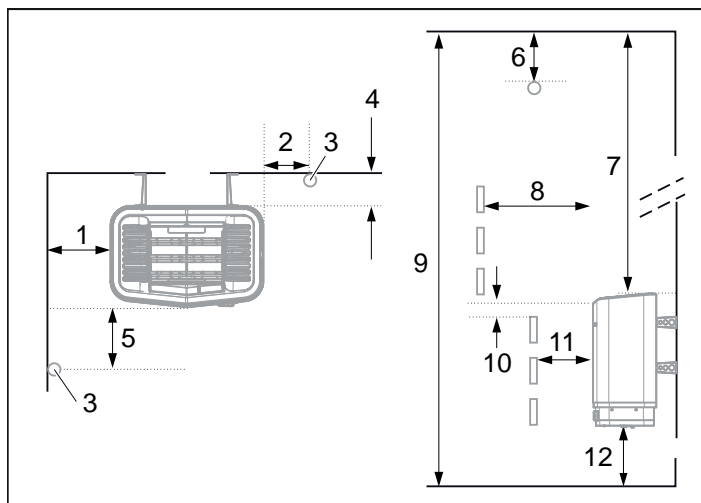
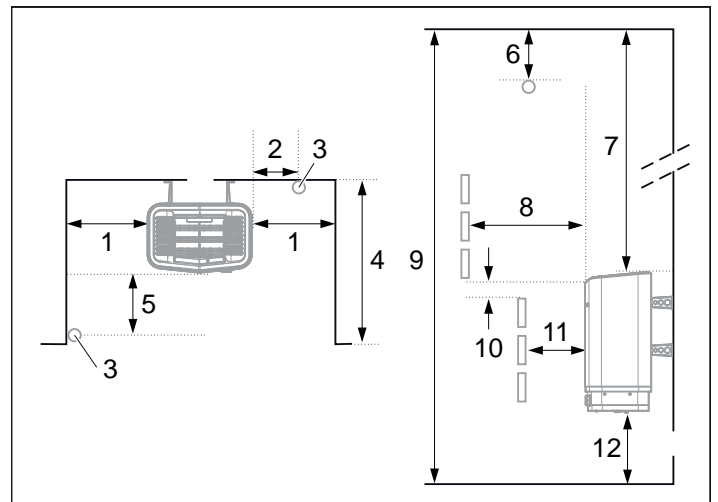

Fig 3: Placering av bastuaggregatet - normalmontage
Fig 5: Placering av bastuaggregat - nischmontage
- Planera sensorns placering (se Fig 3, sidan 2 samt Fig 5, sidan 2).
- på samma vägg som dörren (endast i undantagsfall på sidoväggen, men då mycket nära dörrväggen). Aggregatet kan också placeras i nisch (se Fig 5).
- på säkert avstånd till golvet, sidoväggar och inredning (se Fig 3).
Placera sensorn enligt bilden (se Fig 3).
1. Placera aggregatet på säkert avstånd till golv, sidovägg och inredning (se Fig 5).
2. Placera sensorn enligt bilden (se Fig 5).